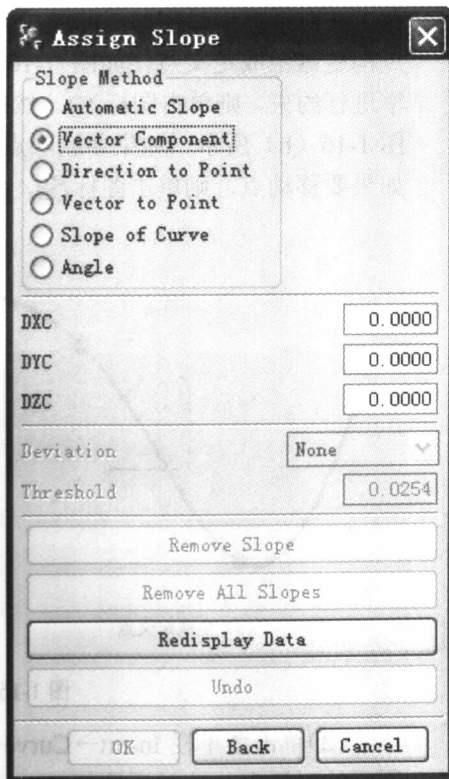

图 1-14 指定斜率对话框
- **Assign End Slopes (指定端点斜率)** 该选项用于指定样条曲线起点和终点的斜率,如图 1-14 所示。